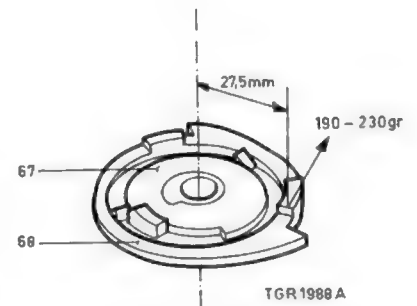

Fig. 23
#### Controle van de voorspanning van veer pos. 69, zie fig. 23
De kracht nodig om commandoschijf pos. 68 iets terug te duwen moet 190 tot 230 g bedragen (zie fig. 23). Dit moet gemeten worden op een afstand van 27,5 mm van het middelpunt van de betreffende commandoschijf. Wijkt bovengenoemde waarde teveel af dan moet veer pos. 69 vervangen worden.